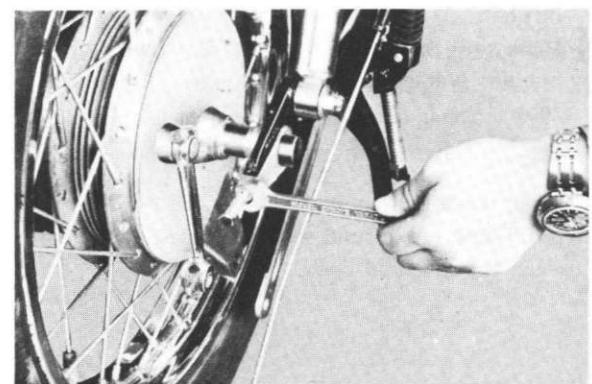

Fig. 5-4-3
- 2) Loosen the chain tension adjustment nuts and bolts on both right and left sides. (Fig. 5-4-3)
- 2) Desserrez les écrous et boulons de réglage de tension de chaîne, à droite et à gauche. (Fig. 5-4-3)
- 2) Die Reguliermutter für Kettenspannung sowie die beiden Schrauben auf der rechten und linken Seite lösen. (Abb. 5-4-3)